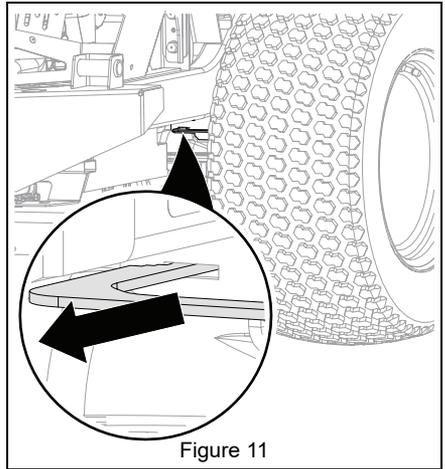

Figure 11
2. Tirer les deux leviers de dérivation de boîte-pont en position de dérivation. Voir Figure 11.